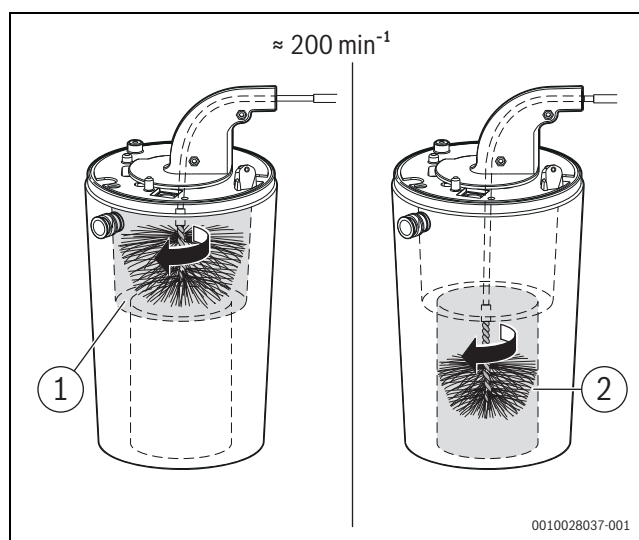

Fig. 64 Curățarea blocului de căldură (aprox.  $200 \text{ min}^{-1}$ , rotirea se realizează numai în sensul mișcării acelor de ceasornic)
- Repetați procesul pentru secțiunea inferioară, folosind o perie de dimensiuni mici (→ Fig. 64, [2]).